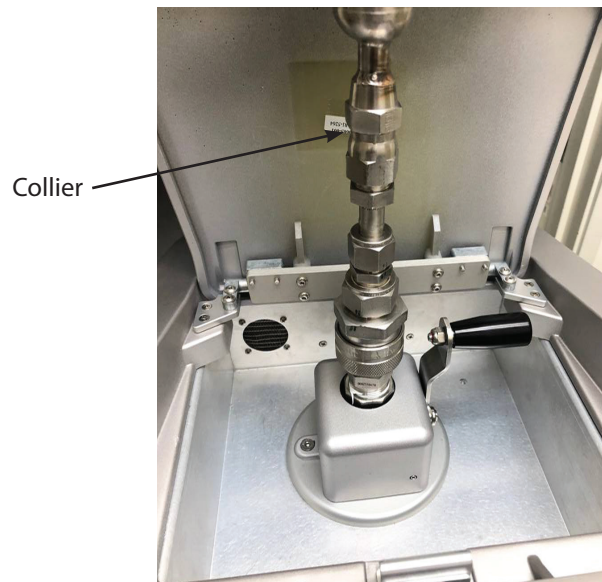

Figure 78 – Insertion du tuyau de remplissage dans l'orifice de remplissage
9. Brancher le tuyau d'azote liquide du réservoir d'alimentation en insérant le tuyau de remplissage dans l'orifice (*Figure 78*).